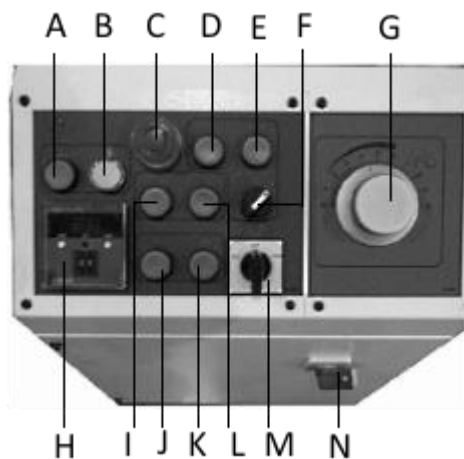

Рис.2
Переведите главный выключатель (N, рис.2) в положение «ON». Загорится индикатор сети (B, рис.2)
Нажмите кнопку (A, рис.2) для включения насоса гидростанции.
Нажмите кнопку (I) для автоматического подъема пыльной рамы до касания концевого выключателя подъема. Если пыльная рама не поднимается, проверьте правильность подключения проводки. Раскройте тиски, нажатием кнопки (K, рис. 2). Разместите заготовку в тисках, зажмите заготовку (J) При нажатии на кнопку.
Переведите выключатель (F, рис.2) в ручной режим работы, нажмите кнопку (D, ри.2). Продвиньте заготовку на нужное расстояние, пользуясь переключателем подачи (M, рис.2)
Переведите переключатель (F, рис.2) в автоматический режим работы.
Запустите цикл, включив движение пилы (E, рис.2).
Ленточное полотно начнет двигаться, а пыльная рама опускаться, идет процесс отрезки. Скорость опускания рамы можно регулировать ручкой (G, рис.2).